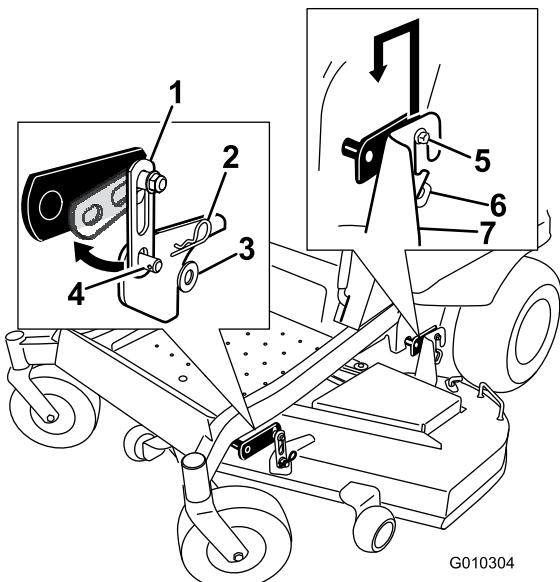

Figure 68
2. Enlevez les fixations des patte avant de chaque côté du plateau de coupe (Figure 68).
3. Soulevez le plateau de coupe avec précaution pour le dégager des boulons des pattes de fixation arrière et abaissez l'avant du plateau au sol (Figure 68).
5. Soulevez l'arrière du plateau de coupe et guidez les supports sur les boulons des pattes de fixation arrière (Figure 68).
6. Montez le support avant du plateau de coupe sur les pattes de fixation avant et fixez-les avec une rondelle et une goupille fendue (Figure 68).